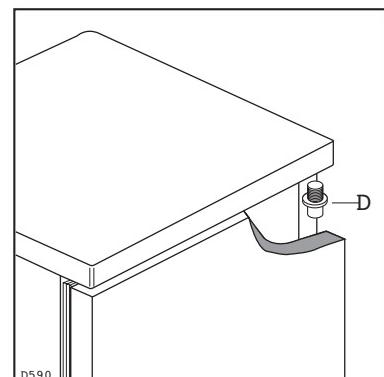

Abb.3
- Mittleres Scharnier (H) abschrauben.
- Obere Tür vom oberen Stift (D) abnehmen (Abb.3).
- Unteres Scharnier (1) auf gegenüberliegende Türseite montieren